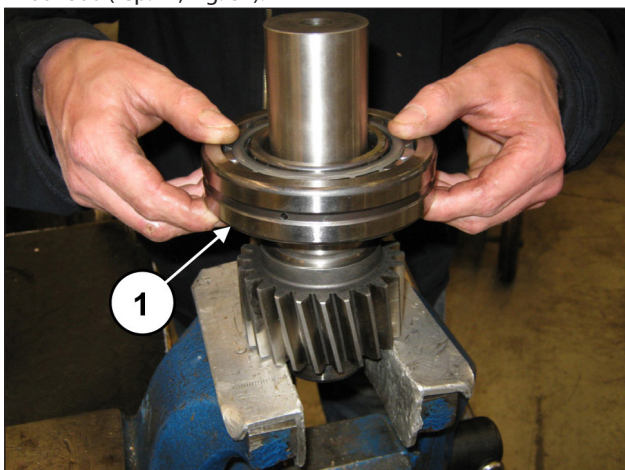
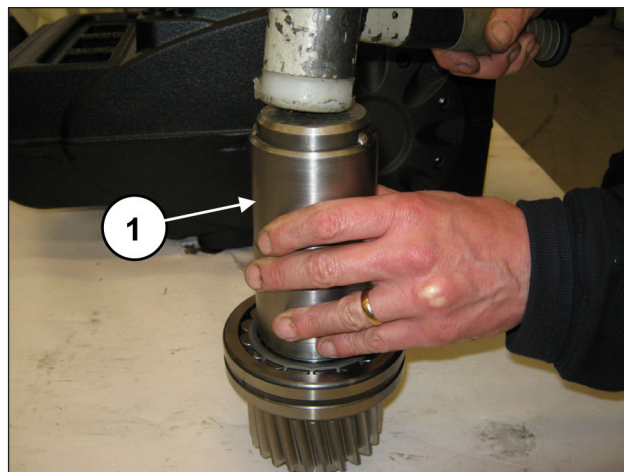

Fig. 81
Fig. 82
De l'autre côté du pignon, prémonter le coussinet 55x120x29 (rep. ①, Fig. 81) et le pousser à fond à l'aide de l'outil réf. 27604800 (rep. ①, Fig. 82).